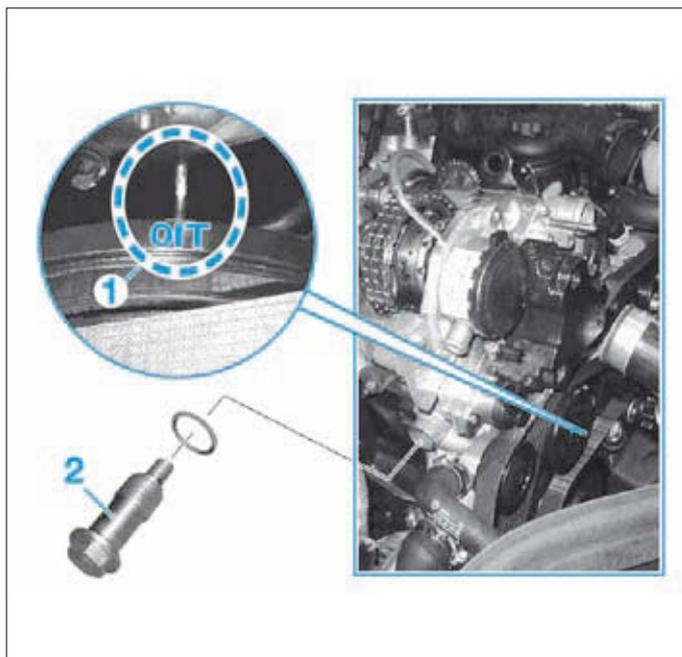

FIG. 2
- Aligner les repères de calage de la poulie de vilebrequin par rapport au carter de distribution (1) (Fig.2).
- Déposer le tendeur de chaîne de distribution (2).